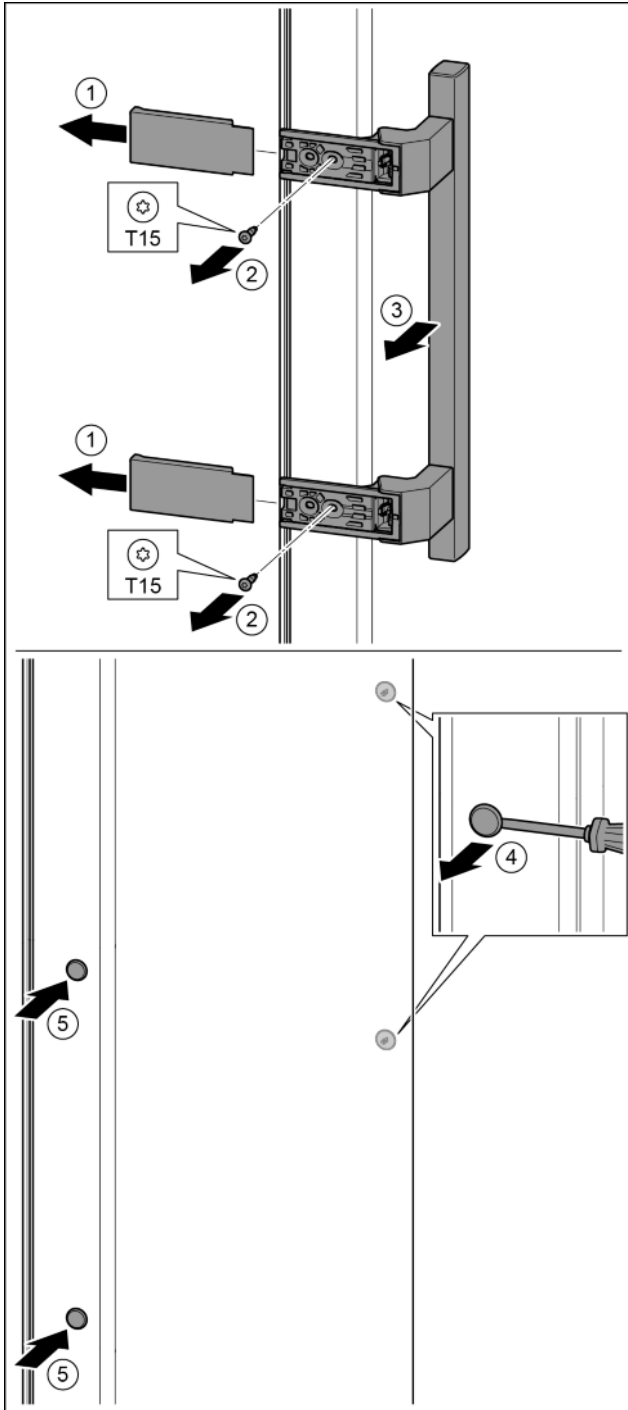

Fig. 38
- ▶ togliere la copertura. *Fig. 38 (1)*
- ▶ Con il cacciavite T15 svitare le viti. *Fig. 38 (2)*
- ▶ Togliere la maniglia. *Fig. 38 (3)*
- ▶ Con un cacciavite sollevare con attenzione i tappi laterali ed estrarli. *Fig. 38 (4)*
- ▶ Inserire nuovamente i tappi sull'altro lato. *Fig. 38 (5)*